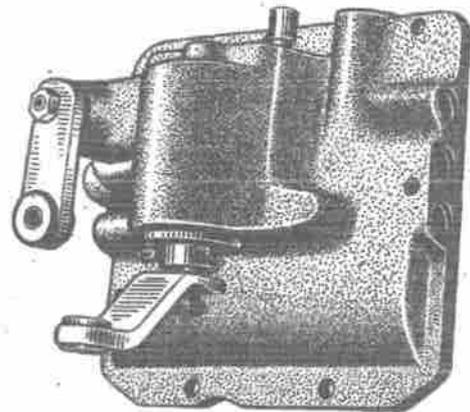

Bild 118. Einbauen des Sicherheitsventils und der äußeren Hebel für Wahl und Umschaltung der Gänge
10. Sicherheitsventil einschrauben (Bild 118).
11. Hebel auf die Vielkeilnuten der Schalt- und Wahlwellen aufsetzen und mit Muttern und Federringen befestigen (Bild 118).